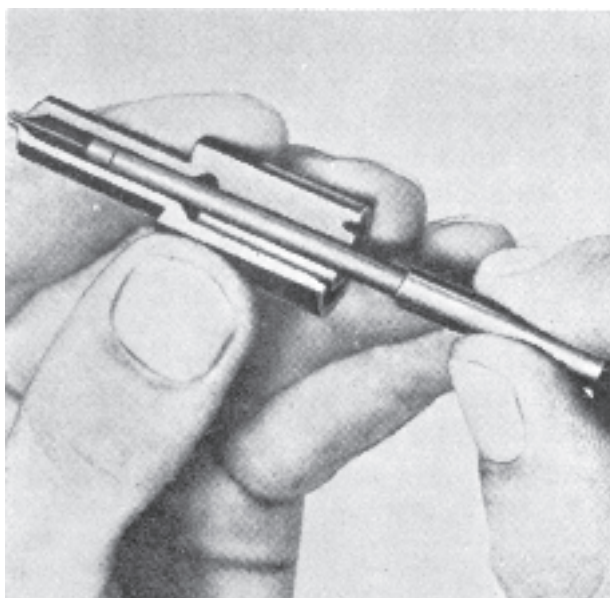

Fig. 56. Rengöring av munstycksskammare
5. Sotet i munstycksskammaren avlägsnas fig. 56 med en specialbrottsch.